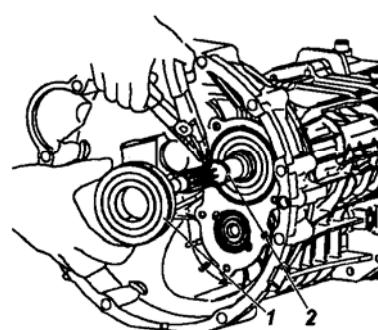

Рис. 6.8. Снятие пружинного стопорного кольца и
8. Снимите подшипник 1 первичного вала (рис. 6.8.), предварительно сняв пружинное стопорное кольцо 2.